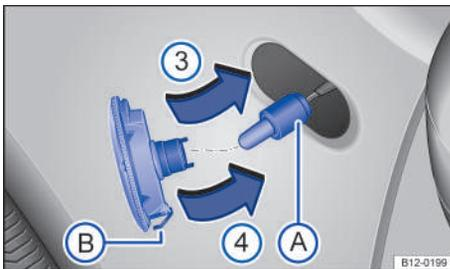

Fig. 154 Intermitente lateral: cambiar la lámpara.
4. Extraiga el portalámparas junto con la lámpara en línea recta → **fig. 154** .
8. Coloque en la carrocería el lado del intermitente más cercano al frontal del vehículo → **fig. 154**  y presiónelo en la carrocería → **fig. 154**  hasta que el muelle → **fig. 154**  encastre de forma audible.